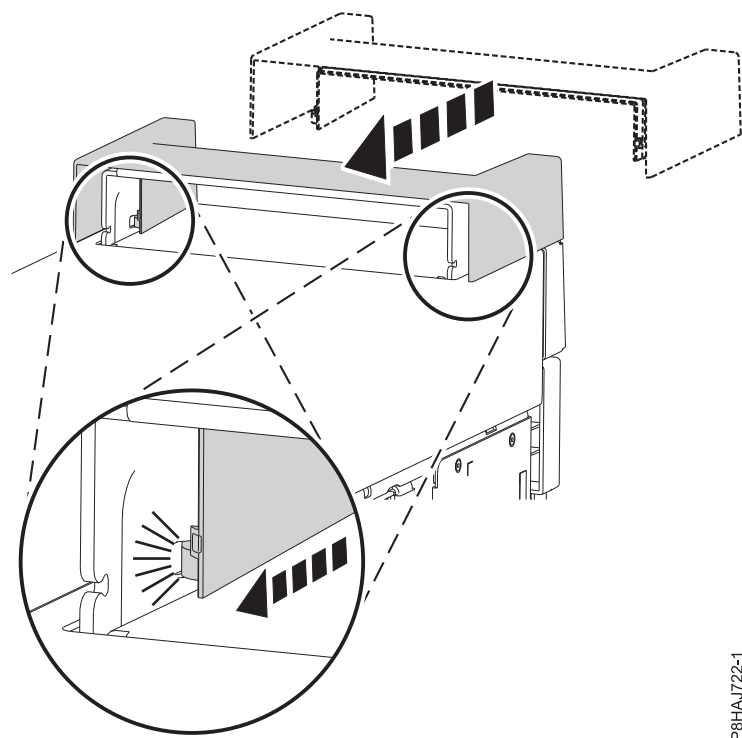

Figura 34. Fixar a tampa da pega num sistema autónomo 8286-41A
1. Fixe a tampa da pega à base de acoplamento RDX interna (FC EUA3) ao deslizar a mesma na direcção da parte posterior do sistema. Consulte Figura 34.